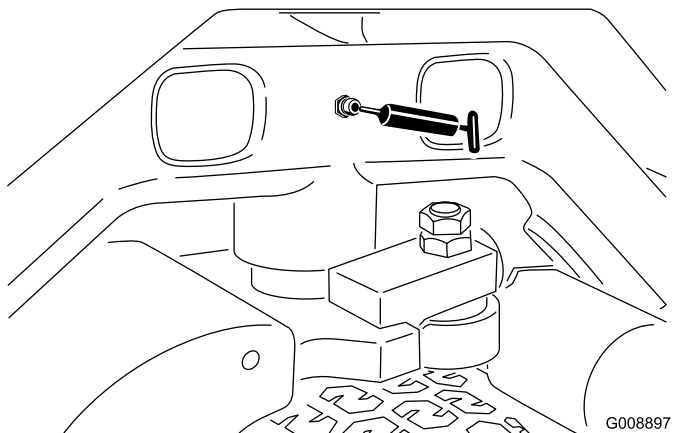

Figure 41
- Pivot de direction (Figure 41)